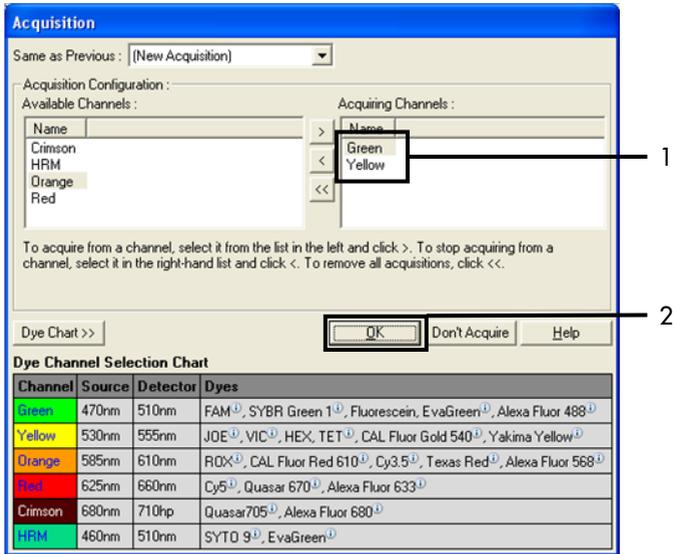

Abbildung 27. Erfassung im Zyklusschritt bei 60 °C. 1 = Ausgewählte Kanäle, 2 = „OK“.
10. Wählen Sie Green und Yellow als „Acquiring Channels“ (Erfassende Kanäle) aus. Klicken Sie auf >, um diese Kanäle aus der Liste „Available Channels“ (Verfügbare Kanäle) in den Abschnitt Acquiring Channels (Erfassende Kanäle) zu verschieben. Klicken Sie auf OK (Abbildung 27).